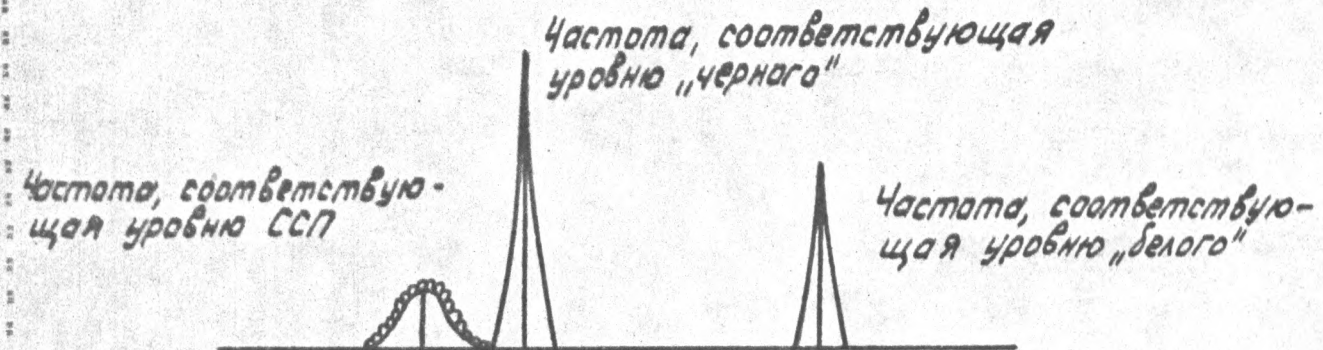

РИС. 7.8
7.3.2.3. ПОДКЛЮЧИТЕ АНАЛИЗАТОР СПЕКТРА СК4-59 К КОНТРОЛЬНОЙ ТОЧКЕ 1Х4 БВЗ АЗ И РЕГУЛИРОВКОЙ КОНДЕНСАТОРА АЗ-1C17 И РЕЗИСТОРА АЗ-1R8 ДОБЕЙТЕСЬ РАССТАНОВКИ ЧАСТОТ ЧМ СИГНАЛА ПО ОТКЛИКАМ НА ЭКРАНЕ АНАЛИЗАТОРА (РИС. 7.8) (3,8+-0,05)МГц (УРОВЕНЬ "ВЕРШИН СИНХРОИМПУЛЬСОВ") И (4,8+-0,05)МГц (УРОВЕНЬ "БЕЛОГО").